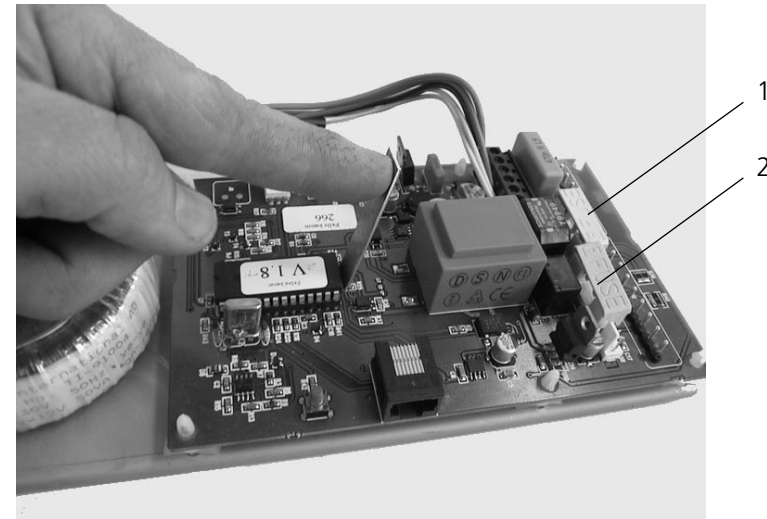

Fig. 10
1. Det finns två säkringar på styrkortet. Primärsäkring 1,6A (1) och vakant säkring 16 A (2) (Fig 10).